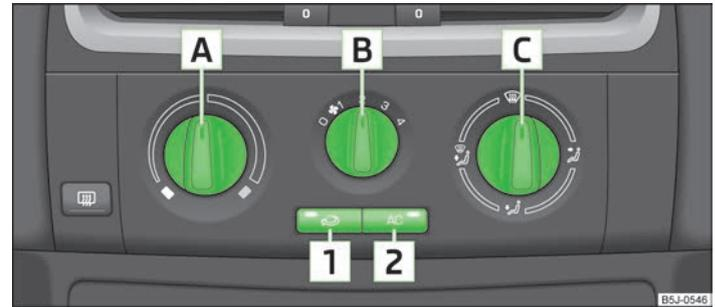

Abb. 79 Klimaanlage: Bedienungselemente
Die Kühlanlage arbeitet nur dann, wenn die Taste **AC** **2** » Abb. 79 auf Seite 74 gedrückt ist und folgende Bedingungen erfüllt sind:
- Den Drehregler **A** » Abb. 79 nach rechts drehen, um die Temperatur zu erhöhen.
- Den Gebläseschalter **B** » Abb. 79 in eine der Positionen 1 bis 4 drehen, um das Gebläse einzuschalten.
- Die Taste **1** drücken, um die Frischluftzufuhr zu schließen » Abb. 79.
- Mit dem Luftverteilungsregler **C** » Abb. 79 wird die Richtung des Luftaustritts geregelt » Seite 72.
- Die Taste **AC** **2** » Abb. 79 drücken, in der Taste leuchtet die Kontrollleuchte auf.
- Bedienelemente **A** » Abb. 79 auf Seite 74, **B**, **C** und Tasten **1** und **2**.
- Die Taste  **1** » Abb. 79 auf Seite 74 drücken, in der Taste leuchtet die Kontrollleuchte auf.
- Die Taste  **1** » Abb. 79 auf Seite 74 erneut drücken, die Kontrollleuchte in der Taste erlischt.
Wenn der Luftverteilungsregler **C** » Abb. 79 auf Seite 74 in die Position  gedreht wird, wird der Umluftbetrieb automatisch ausgeschaltet. Durch wiederholtes Drücken der Taste  kann auch in dieser Stellung der Umluftbetrieb wieder eingeschaltet werden. ▶